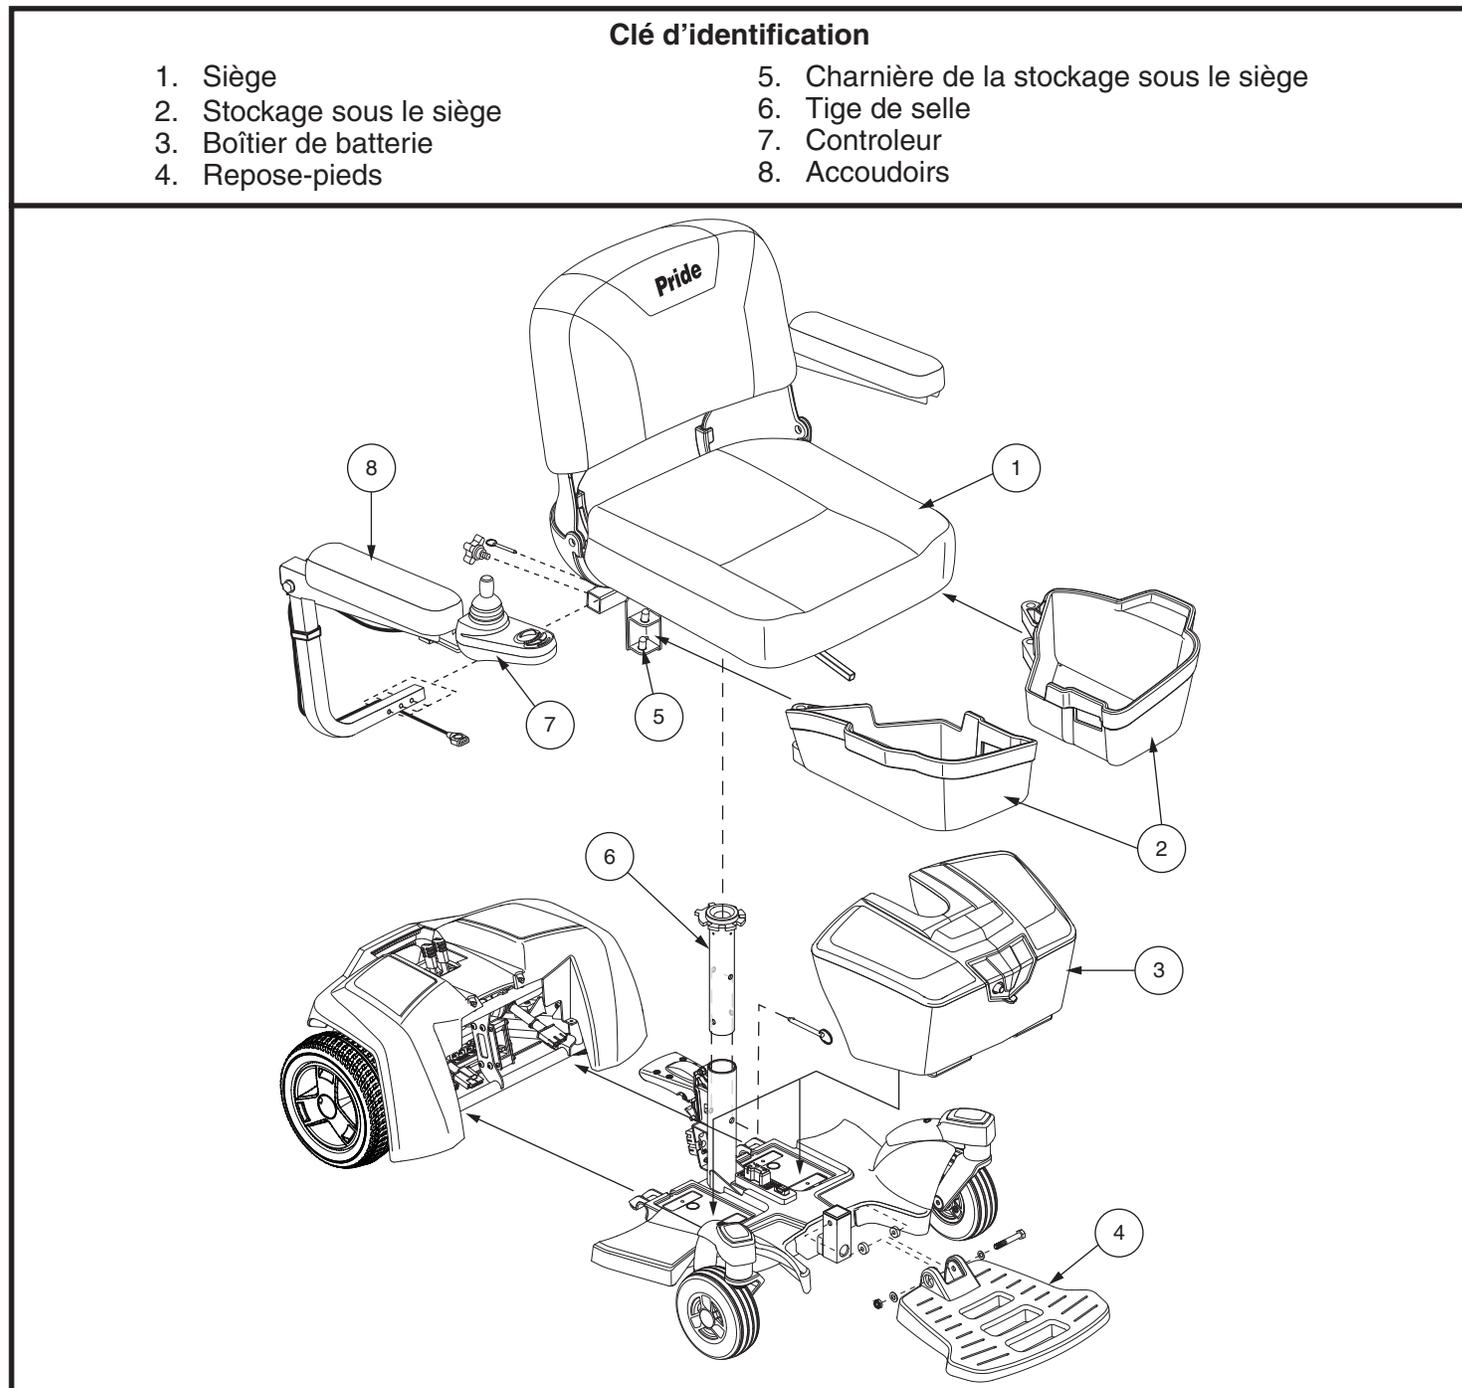

Figure 4. L'assemblage du Go-Chair
Vous devez assembler votre Go-Chair avant de l'utiliser pour la première fois ou lorsque vous le transportez. Vous devrez aussi le démonter pour faire certains réglages confort. **Voir la figure 4** pour les détails des pièces de votre Go-Chair qui sont conçues pour être montées ou démontées par l'utilisateur ou par un préposé avant de faire des réglages confort au fauteuil. Deux clés hexagonales sont fournies afin d'installer le contrôleur et de faire le réglage du repose-pieds.
1. Soulevez la section avant par le levier de blocage et alignez les crochets avec la tubulure de la section arrière. **Voir la figure 4.**
2. Une fois que les crochets du châssis sont sur le tube inférieur du châssis, abaissez la section inférieure avant et faites pivoter la section arrière simultanément. Ceci engagera le verrouillage du châssis automatiquement. **Voir la figure 4.**